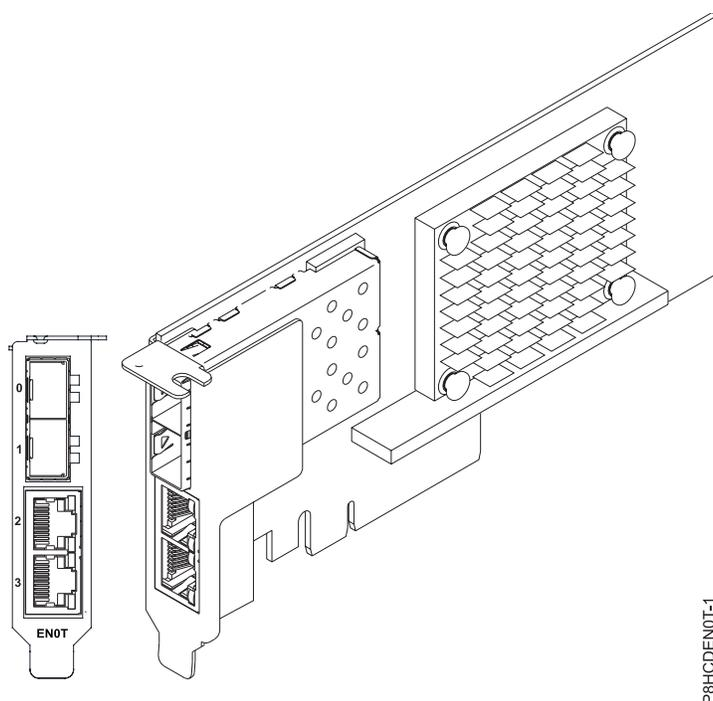

Figura 62. Adaptador FC EN0T
El adaptador de cuatro puertos proporciona dos puertos de transceptor SR óptico conectables de formato pequeño (SFP+) de 10 Gb y dos puertos Ethernet RJ45 de 1 Gb. Los dos puertos SR de 10 Gb tienen conectores de tipo dúplex de pequeño conector (LC). El transceptor óptico utiliza óptica láser de onda corta y está conectado con cables de fibra MMF-850nm con conectores LC. Consulte “Cables” en la página 91 para obtener más información sobre los cables ópticos. Cada puerto de 10 Gb proporciona conectividad Ethernet con una velocidad de datos nominal de 10 Gbps (gigabits por segundo). La Figura 62 en la página 90 muestra el adaptador FC EN0T.